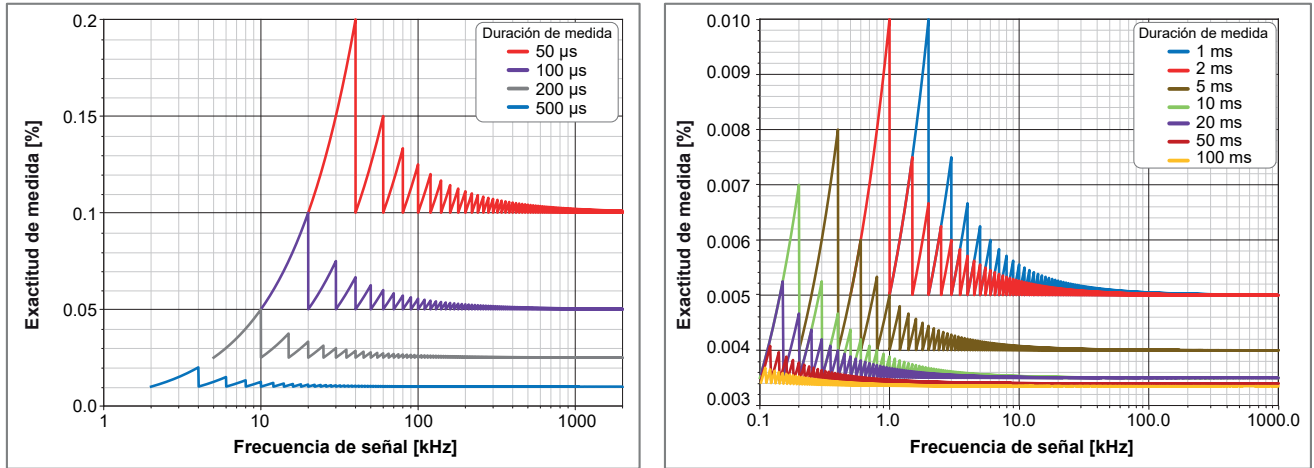
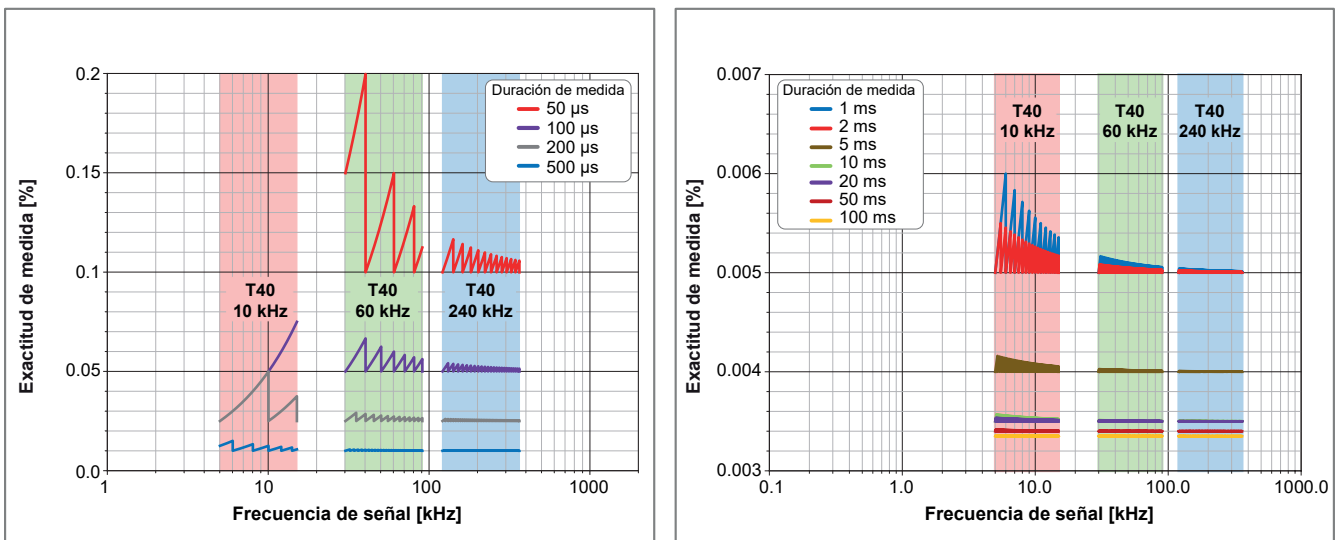
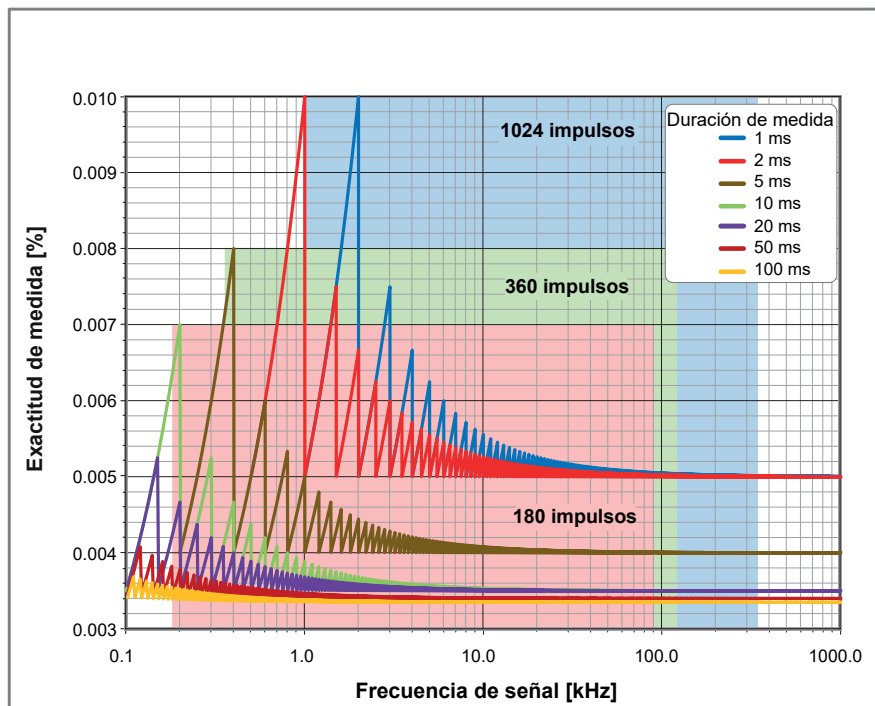

Figura 22: Inexactitud de la frecuencia máxima
Figura 23: Rango operativo de par vs. inexactitud y duración de medida
Figura 24: Rango operativo de transductor de velocidad vs. inexactitud y duración de medida
- (1) **Observación:** Mantenga el Prescaler de frecuencia lo más bajo posible para el rango de frecuencia seleccionado a fin de obtener la mejor exactitud.
- (2) En el peor de los casos, la frecuencia de la señal estará ligeramente por debajo del valor mostrado, lo que coincide con el patrón de diente de sierra observado en Figura 22.
Si se superponen estos rangos operativos a las curvas de inexactitud del temporizador de la Figura 22, el resultado será Figura 23 (véase abajo).
Si se superponen estos rangos operativos a las curvas de inexactitud del temporizador de la Figura 22, el resultado será Figura 24 (véase abajo).